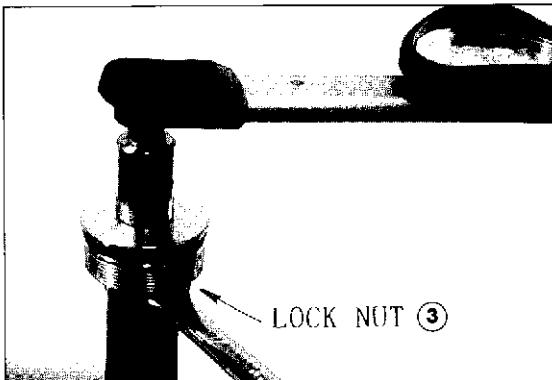

Fig. 12
- 22) Serrare il dado di fissaggio contro il tappo superiore mantenendo fermo quest'ultimo (Fig. 12).